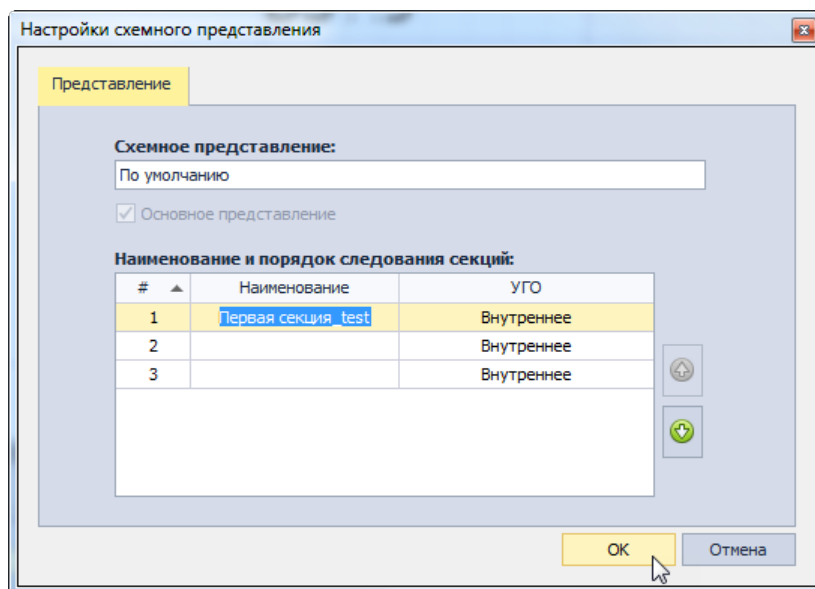

Рис. 224 Переименование секции
2. Выберите в таблице секцию, которую необходимо переименовать и ввести новое имя в столбце «Наименование», см. Рис. 224.